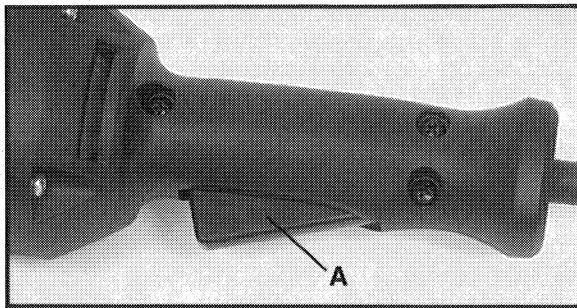

Fig. 1
- Appuyez sur la gâchette (A) Fig. 1 pour mettre le moteur en marche. Relâchez la gâchette pour arrêter le moteur.